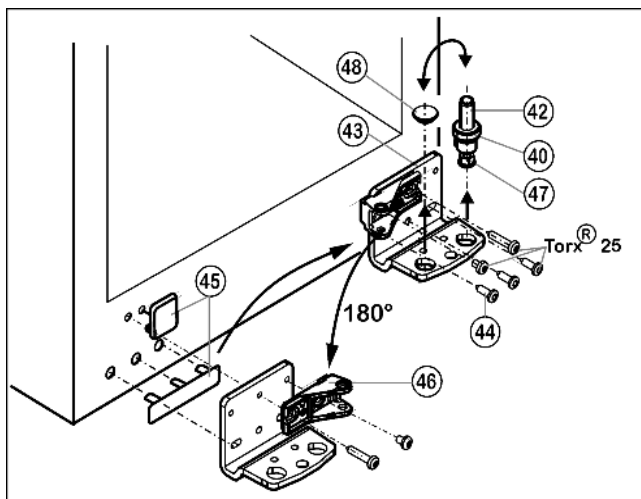

Fig. 9
- ▶ Извлеките опорный винт Fig. 9 (42) в комплекте с шайбой Fig. 9 (40) и регулируемой опорой Fig. 9 (47), вытягивая его вверх.
- ▶ Снимите пробку Fig. 9 (48).
- ▶ Открутите Fig. 9 (43) опорный кронштейн Fig. 9 (44).
- ▶ Осторожно снимите и переставьте на противоположную сторону крышки со стороны ручки Fig. 9 (45).
- ▶ Снова прикрутите нижний опорный кронштейн Fig. 9 (43) на новой стороне шарнира (с моментом 4 Нм). При необходимости используйте аккумуляторный шуруповерт.
- ▶ Открутите опорную деталь Fig. 9 (46) и снова прикрутите внутри с поворотом на 180°, закрутив длинные винты в удлиненные отверстия.
- ▶ Переставьте пробку Fig. 9 (48) в свободное отверстие.
- ▶ Вновь установите опорный винт Fig. 9 (42) с шайбой и регулируемой опорой. При этом фиксатор должен быть направлен назад.
- ▶ Установите дверцу сверху на нижний опорный палец Fig. 9 (42).
- ▶ При необходимости выравнивайте дверцы через продольные пазы в нижнем опорном кронштейне Fig. 9 (43) параллельно корпусу устройства. Для этого выкрутите средний винт.